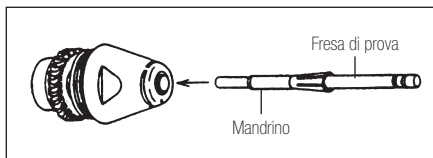

Fig.13
- 1) Applicare un sottile strato d'olio sulla superficie del nuovo mandrino o del mandrino già presente dopo aver proceduto alla pulizia, quindi inserire la fresa di prova e premerla all'interno dell'albero del rotore (Fig. 13).